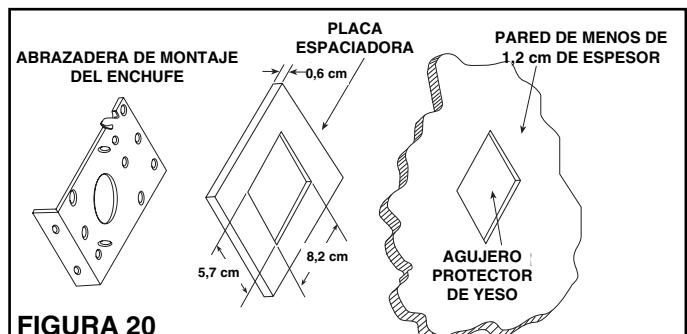

FIGURA 20
**NOTA:** Cuando use la abrazadera de enchufe modelo 361 en paredes más delgadas que 1,2 cm, use una placa espaciadora de 0,6 cm (no proporcionada) entre la pared y la abrazadera del enchufe. Véase la Figura 20. La placa espaciadora puede ser de contrachapado, Masonite™, etc. Se puede usar cemento de contacto para mantener la placa espaciadora en su lugar durante el montaje. La configuración de la placa espaciadora puede variarse según la manera de instalación.
*NOTA: Si la pared para el montaje de la entrada de modelo 360 tiene menos de 1,2 cm de grosor, es necesario usar una placa espaciadora. Véase la Figura 20 en la página 6 como guía.*